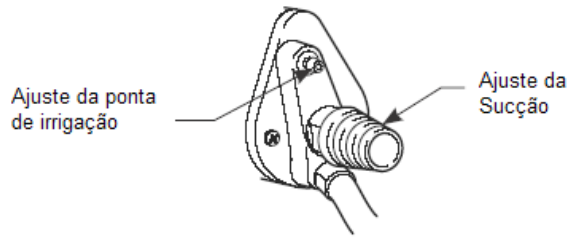

Figura 1 – Localização dos Ajustes
1. Prender o tubo de irrigação de menor diâmetro ao ajuste da ponta de irrigação (figura 1).
2. Prender o tubo de sucção ao ajuste de sucção (figura 1)